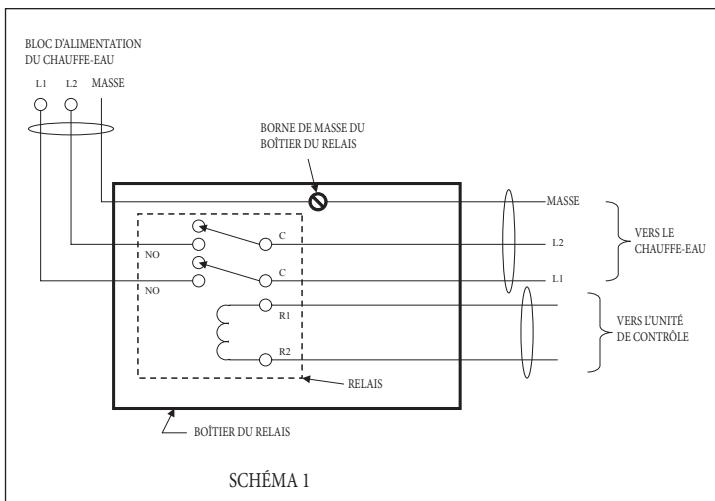
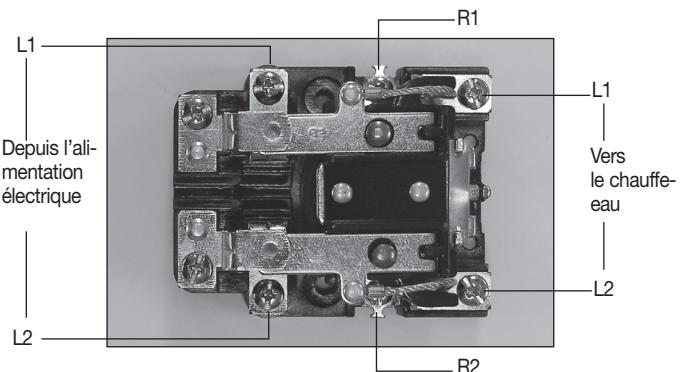

Figure 7
Figure 8
3. Installer l'alimentation électrique sur les contacts normalement ouverts du relais comme illustré sur le schéma de câblage **Figure 7** et **Figure 8**. S'assurer de connecter un fil de masse au boîtier du relais, comme illustré sur le schéma de câblage **Figure 7**.
4. Connecter le câble électrique au chauffe-eau aux bornes communes du relais, comme illustré sur le schéma de câblage **Figure 7**.